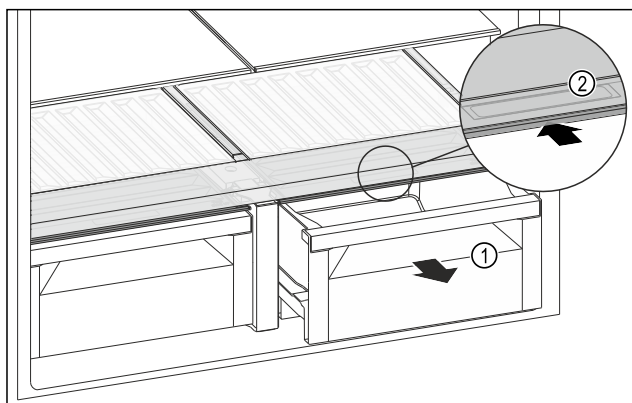

Fig. 128
- Izvucite ladicu Fig. 128 (1).
- Primite ručku Fig. 128 (2) na poklopcu pretinca i istodobno povucite poklopac pretinca prema natrag.